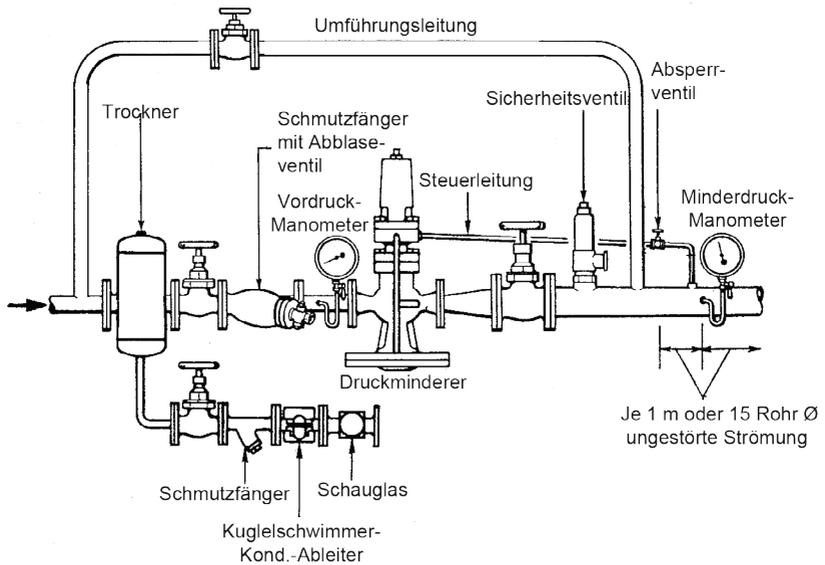
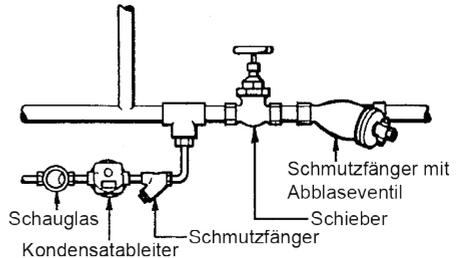

Bild 1
Bild 3b
Bild 1 und 2 zeigen einen Installationsvorschlag, der einwandfreies Arbeiten der Regler DP 143 und SDP 143 gewähr- leistet. In jedem Fall sind die Regler senkrecht in eine horizontal verlaufende Leitung einzusetzen; die Membrankammer (22) liegt also unter der Dampfleitung.
Dampftrocknung ist erforderlich, um das Regelventil vor vorzeitiger Abnützung oder Erosion zu schützen. Deshalb ist der Einbau eines Wasserabscheiders (Bild 1 und 2) oder eine geeignete Rohrführung, wie in Bild 3b gezeigt, vor dem Regelventil zu empfehlen. Bei sehr nassem Dampf ist Dampftrocknung auch zur Erzielung einer guten Regelung erfor- derlich.
Vor dem Regelventil sollte unbedingt ein Schmutzfänger mit Feinsieb vorgesehen werden. Vorteilhaft ist die Anbringung eines Abblaseventils zur Entfernung von Schmutz während des Betriebes (Bild 1 und 2).